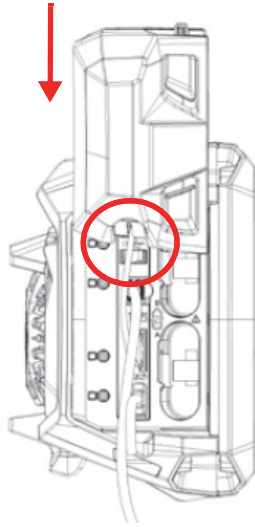

图 2-11 在对齐的电缆上向下滑动舱门
3. 确保电缆与特殊用途舱门的凹槽对齐，然后向下滑动舱门（参见第37页的图 2-11）。